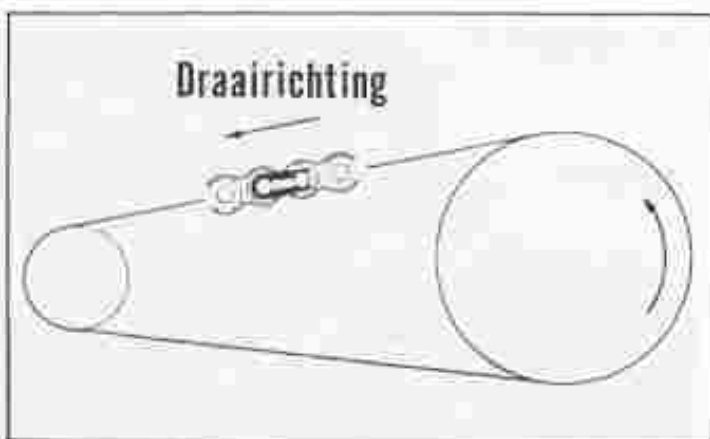

Fig. 26 Draairichting
① Cilinder
- 2) Bij het monteren van de ketting, erop letten het borgveertje met het gesloten einde in de draairichting van de ketting te monteren. (Fig. 26)